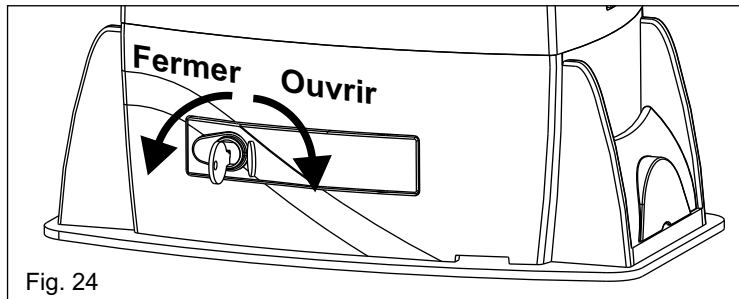

Fig. 24
- Ouvrir le couvercle de la serrure, insérer la clef et la tourner dans le sens des aiguilles d'une montre de 90° (Fig. 24)